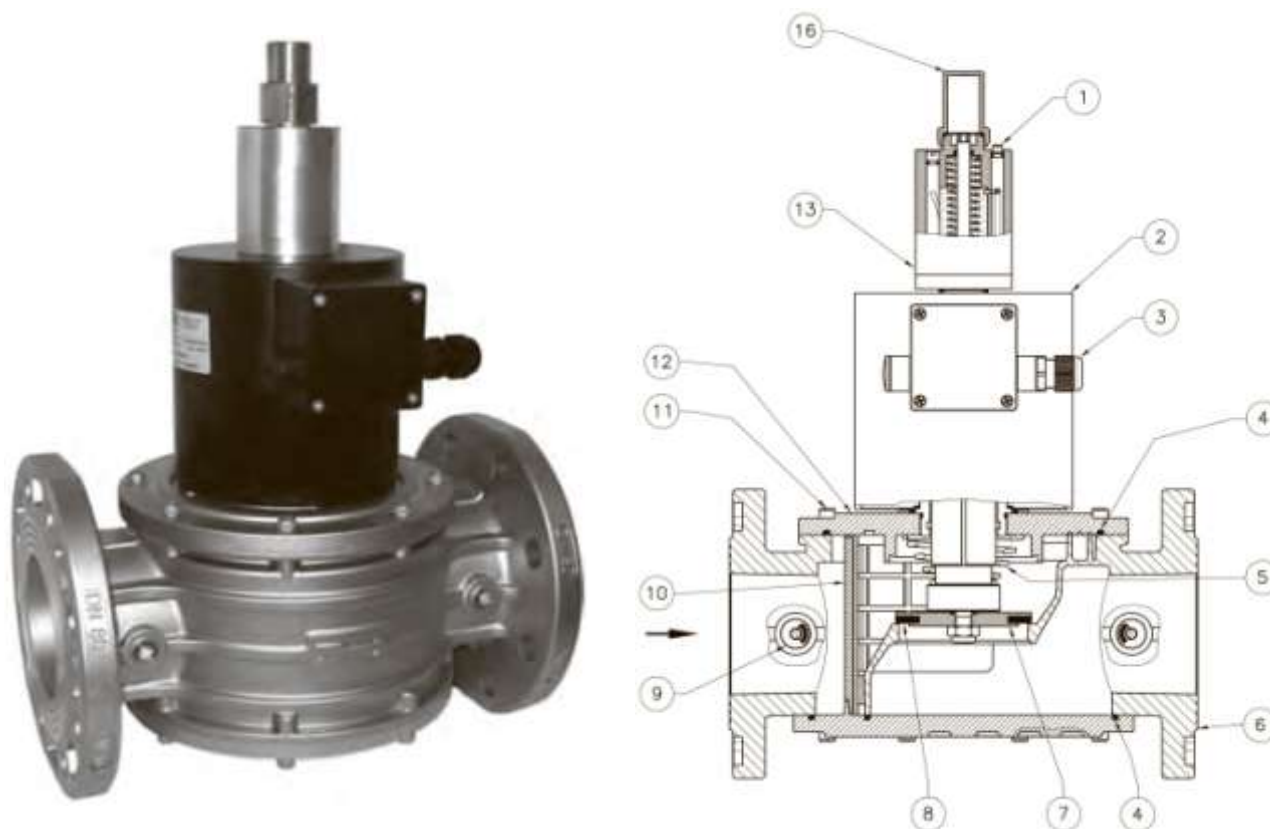

Рис. 3
Клапан рис. 3 состоит: винт регулировки скорости открытия (1); электромагнитная катушка (2); электрический коннектор (3); прокладка (4); пружина (5); корпус (6); затвор (7); манжета затвора (8); заглушка (9), фильтрующий элемент 50 мкр* (10); винт (11), крышка (12), гидравлический тормоз (13), колпачок тормоза (16).